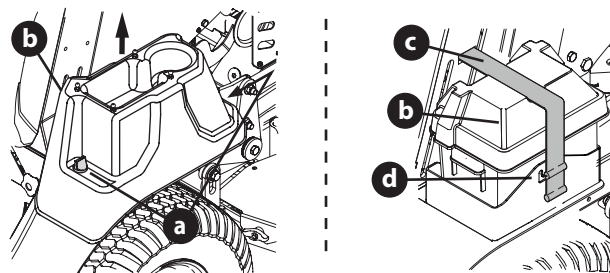

Fig. 4
- Cortadoras de césped con plataformas de 48, 54 ó 60 pulgadas - Retire los dos tornillos de mariposa (a) que sujetan la cubierta de la batería (b) al guardabarros derecho. Levante para retirar la cubierta de la batería (Fig. 4).
- Cortadoras de césped con plataforma de 36 pulgadas - Desenganche la correa de goma (c) que sujeta la cubierta de la batería (b) a la bandeja de la batería (d). Levante para retirar la cubierta de la batería (Fig. 4).